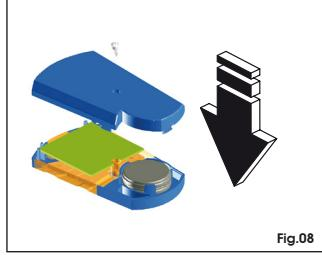

Fig.08
- Monte la carcasa del telemando y presiónela hasta que las dos carcasa se enganchen. Atornille el tornillo posterior (Fig.08).
- Die Schale der Fernsteuerung wieder einsetzen. Drücken, bis beide Schalen wieder kuppeln. Die hinteren Schrauben festziehen (Abb.08).
- Hermoneer de behuizing van de afstandsbediening door erop te drukken tot de twee helften weer op elkaar vasthaken. Draai de schroef aan de achterkant weer vast (Fig.08).